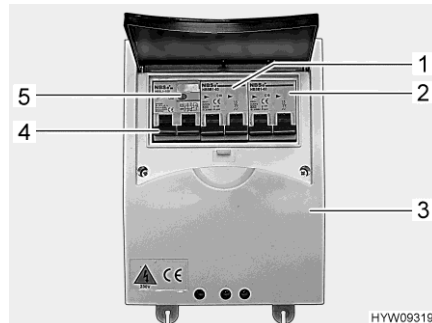

Fig. 56 Interruttore di sicurezza e interruttore automatico FI (scatola dei fusibili a 230 V)
- ▷ Il secondo interruttore di sicurezza (Fig. 56,2) è opzionale. La presenza di questo interruttore di sicurezza dipende dall'equipaggiamento del veicolo.
- Disattivare i due interruttori di sicurezza (Fig. 56,1 e 2) nella scatola dei fusibili (Fig. 56,3).
- Se il veicolo è collegato all'alimentazione a 230 V, premere il tasto di controllo (Fig. 56,5) dell'interruttore di sicurezza per correnti di guasto (interruttore automatico FI) (Fig. 56,4) nella scatola dei fusibili (Fig. 56,3). L'interruttore di sicurezza per correnti di guasto deve scattare.